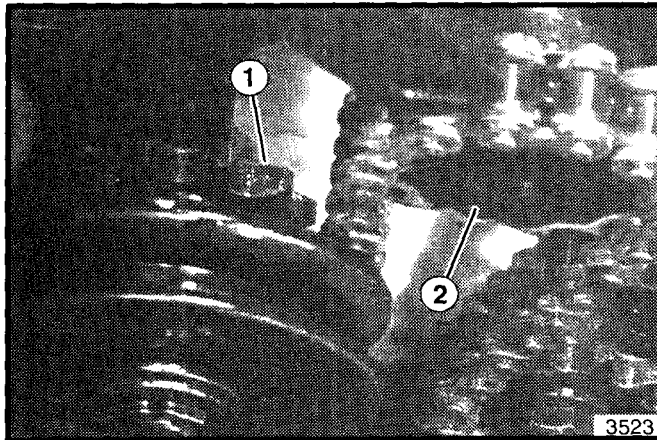

Figura 29. Propulsión del Recipiente para Semillas
Con las cubiertas de las correas retiradas, suba y baje el enrollador utilizando la Palanca de Elevación del Enrollador, y revise para asegurarse que el piñón de la parte interior de la polea de propulsión del recipiente para semillas (vea figura 29) engancha apropiadamente la cadena de propulsión desde la transmisión.
1. Si el piñón de la polea no se alinea con la cadena, el tornillo prisionero del piñón de propulsión (vea la figura 29) de la transmisión puede ser desatornillado, y el piñón movido hacia afuera o adentro sobre su eje para alinear la cadena con el piñón de la polea.